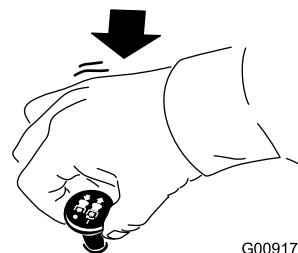

Figura 27
1. Desengate as lâminas através da deslocação do interruptor de controlo das lâminas na posição DESLIGAR (Figura 27).